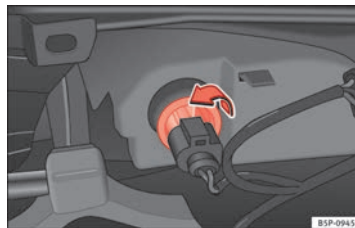

Fig. 194 Piloto por el lado interior del parachoques.
- Gire el portalámparas a la izquierda y extráigalo en el sentido de la flecha ⇒ fig. 194.